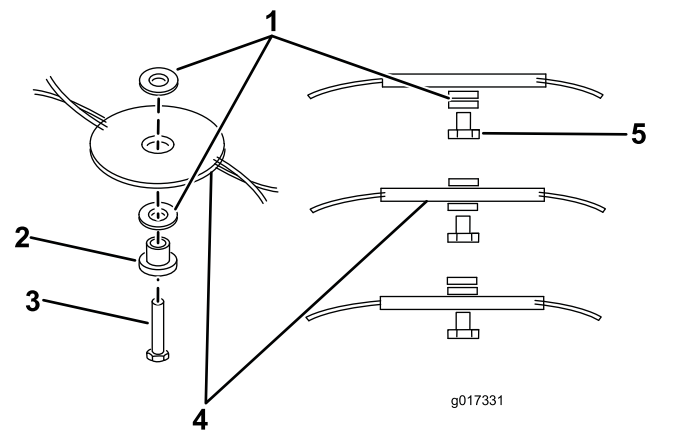
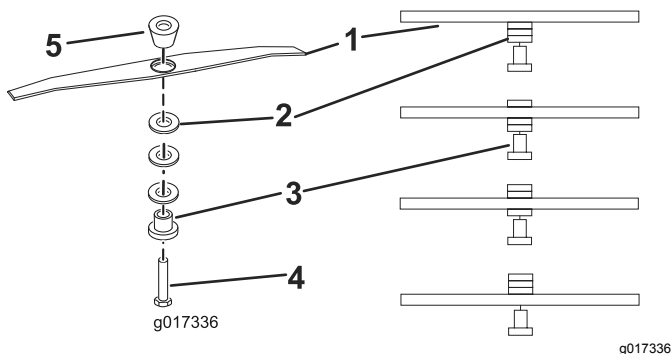

Bild 13
Bild 12
6. Versetzen Sie die Distanzstücke auf die gewünschte Höhe und setzen Sie den Freischneidfaden (Flexi Blade) bzw. die Schnittleiste wieder ein (Bild 12, Bild 13).